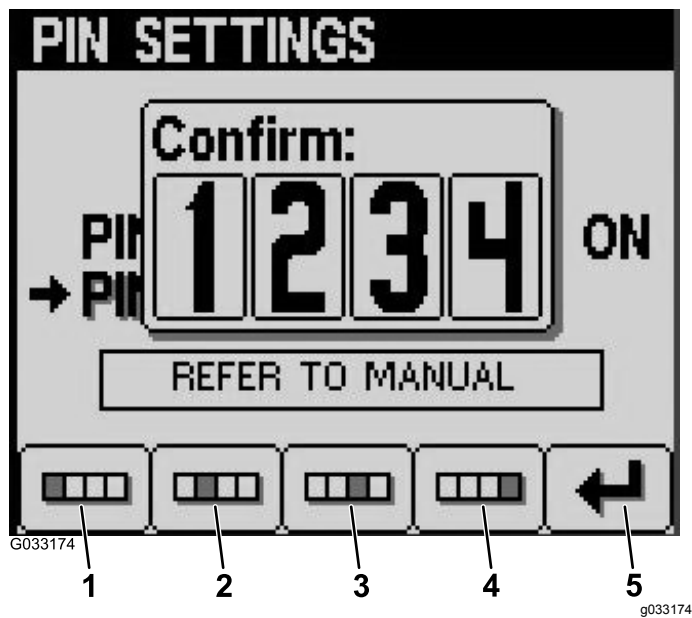

Bild 26
8. Bestätigen Sie mit den Tasten 1 bis 4 die neue PIN und drücken Sie Taste 5, um die PIN-Eingabe abzuschließen (Bild 26).